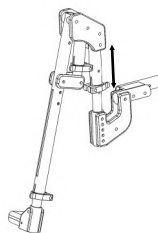

fig. 22: Inserimento/Disinserimento tubo poggiagamba
* **Versione verticale elevabile e telescopica** (fig. 22)